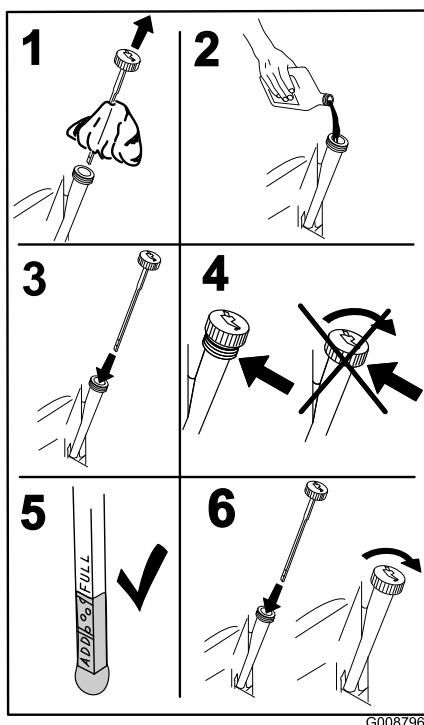

Figure 50
- Versez lentement environ 80% de l'huile spécifiée dans le tube de remplissage puis faites l'appoint lentement jusqu'à ce que le niveau atteigne le repère du plein (**Full**) (Figure 50).